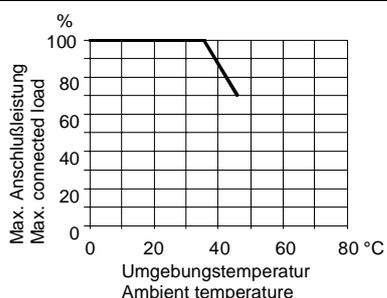

Figure 3 : Puissance maximale en fonction de la température ambiante
- Si l'appareil est monté dans un faux plancher, suspendu ou à l'horizontale, la puissance maximale admissible diminue comme indiqué en figure 3.